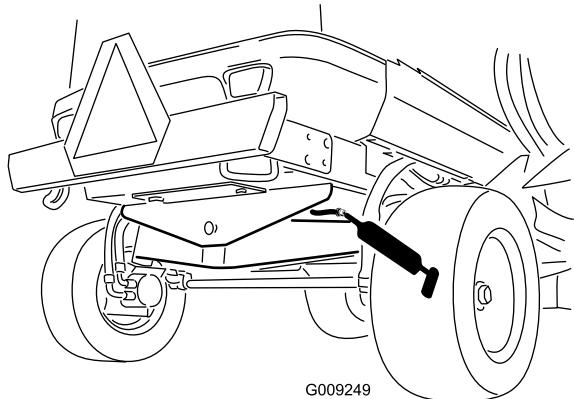

図 51
- ・ 後アクスルピボットのブッシュ (1ヶ所) (図 51)